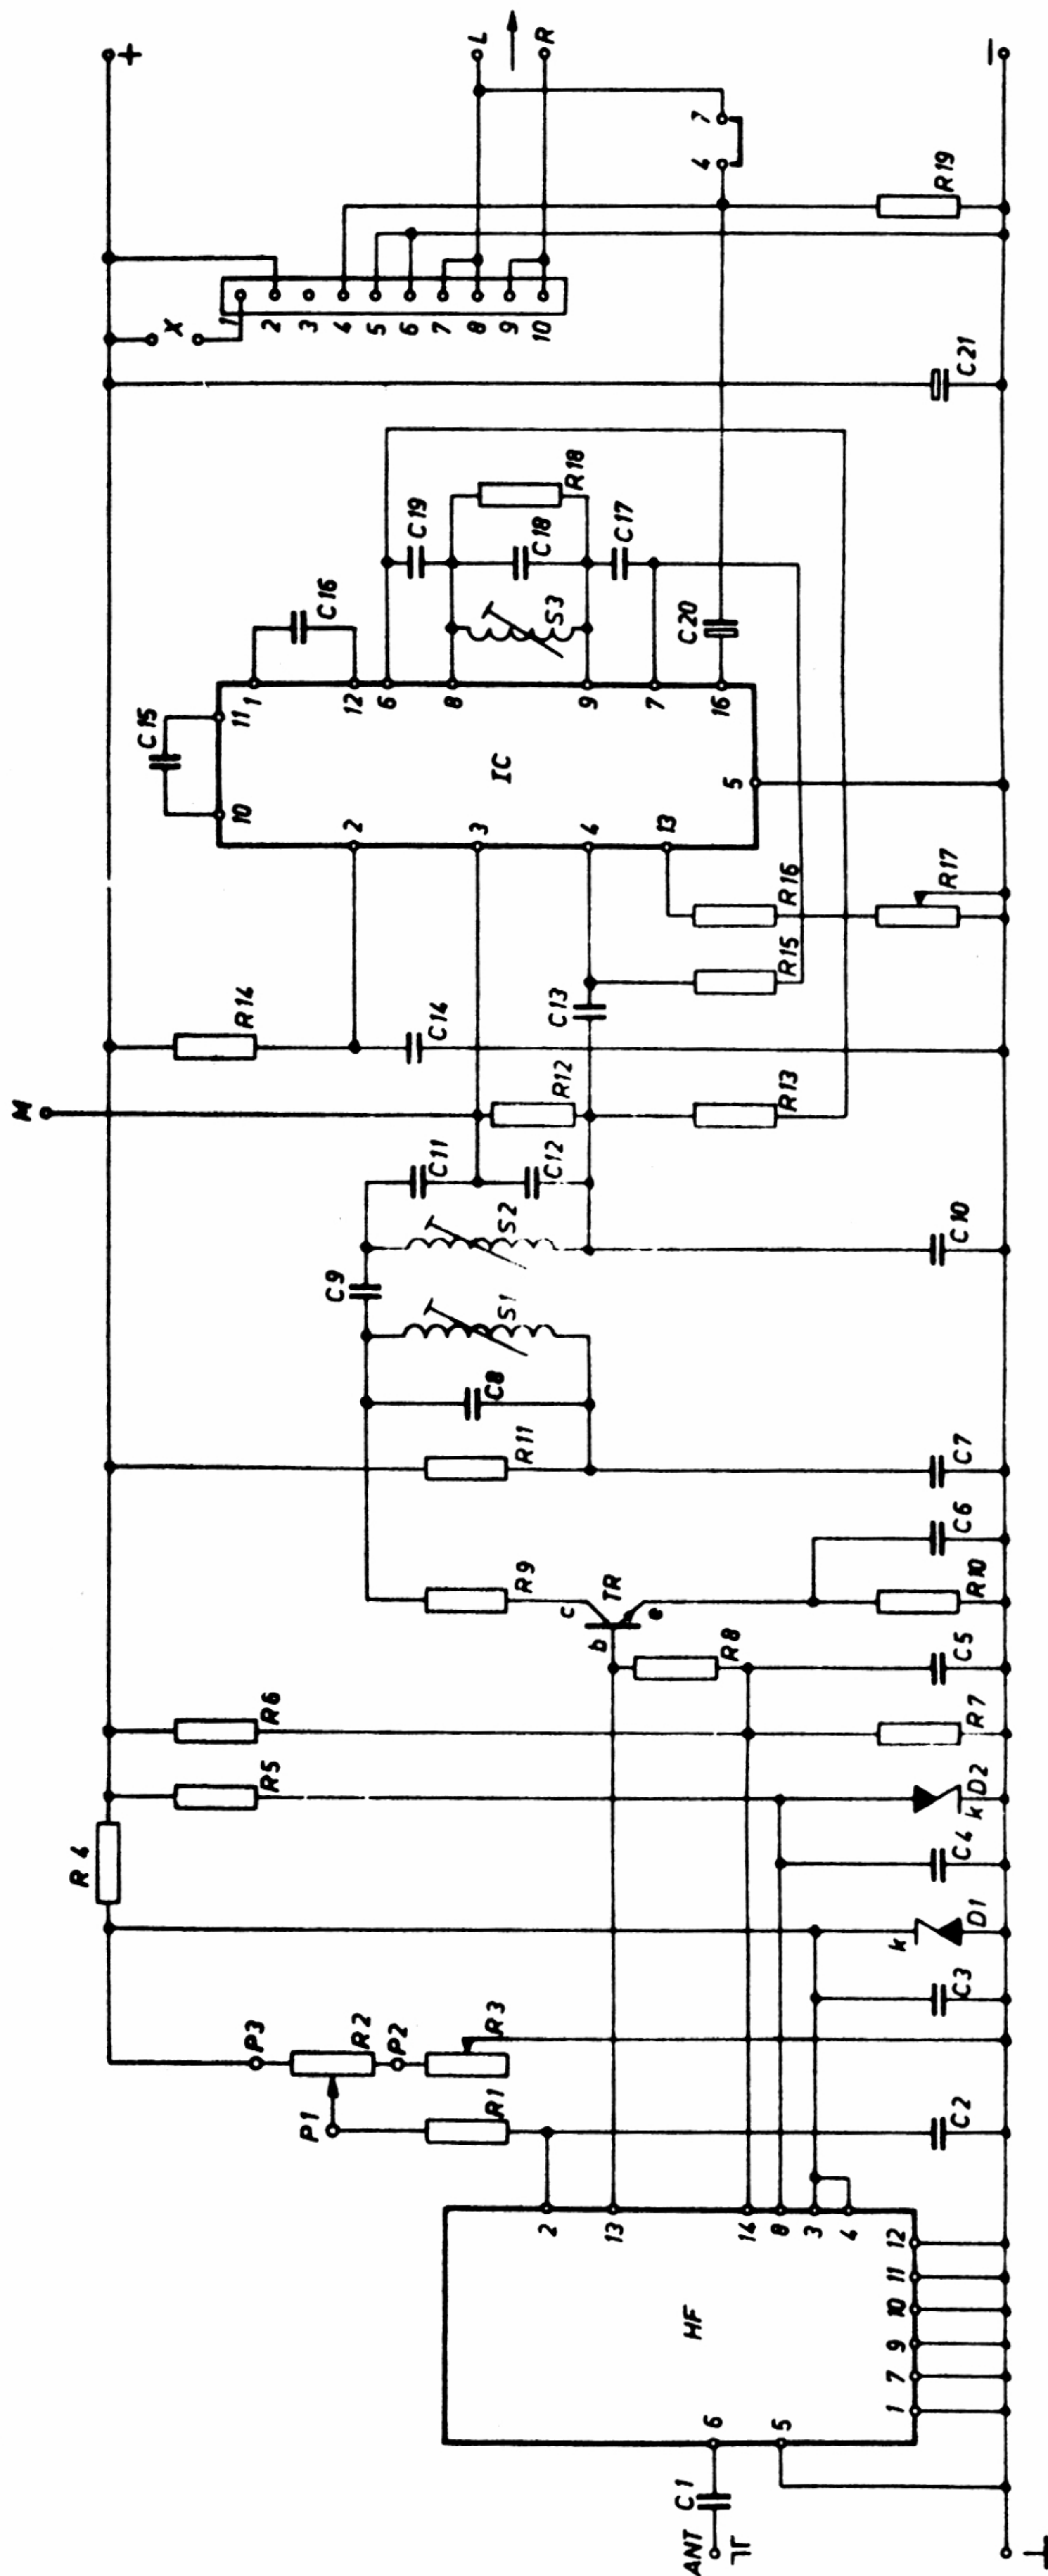

Abb. 15
Das **Schaltbild** dieser Abstimmereinheit ist in Abb. 15 dargestellt. Die bereits montierte und abgegliche Hochfrequenz-Einheit (HF) ist ganz links eingezeichnet. Die Antenne (75 Ohm) wird zwischen den Anschlüssen 6 und 5 angeschlossen und die Speisespannungen zwischen den Punkten 3–4 und 8. Beide Spannungen werden durch die Zenerdiode D 1 und den Stabilisator D 2 stabilisiert. Die zwei abgestimmten Kreise im HF-Modul enthalten Abstimmioden, deren Kapazität mit einer Gleichspannung variiert werden kann. Diese wird vom separat beigelegten Potentiometer R 2 geliefert und über R 1 an den Anschluß 2 gelegt. Das Abstimpotentiometer R 2 für voreinstellbare Senderwahl kann auch durch Spindelpotentiometer ersetzt werden. Mit dem Einstellpotentiometer R 3 wird der richtige Regelbereich gewählt. Den Ausgang des HF-Moduls bildet eine (eingebaute) Spule, die mit den Anschlüssen 13 und 14 verbunden ist. Das vom Transistor TR verstärkte ZF-Signal wird einem ZF-Bandfilter, bestehend aus den Spulen S 1 und S 2 und deren Koppelkondensator C 9, zugeführt, das auf 10,7 MHz abgeglichen werden muß. Dieses Filter wird über einen kapazitiven Spannungsteiler C 11/C 12 mit dem IC (Anschlüsse 3 und 4) verbunden, der das Signal verstärkt und demoduliert, mit Hilfe der „externen“ Komponenten S 3, C 17, C 18, C 19 und R 18. An Anschluß 16 steht das Niederfrequenz-Ausgangssignal zur Verfügung, dessen Größe mit R 17 (zwischen 0 und 300 mV) geregelt werden kann. Bei Verwendung des Stereo-Decoders EB 7411 wird 150 mV benötigt, dann steht R 17 in der Mittelstellung. Falls kein Decoder angeschlossen wird, erreicht das NF-Signal über die Drahtbrücke 4–7 den Anschlußpunkt L (links/Mono). Bei Benutzung des Stereo-Decoders EB 7411 entfällt die Verbindung 4–7 und das NF-Signal wird dem Anschluß 4 des Decoders zugeführt. Dieser decodiert ein Stereo-NF-Signal in zwei separate Signale, die dann zwischen den Anschlüssen 7–8 (links) und 9–10 (rechts) zur Verfügung stehen. Der Kondensator C 15, zwischen den Anschlüssen 10 und 11 des IC's, besorgt die Dé-emphasis. Bei Mono muß der Wert dieses Kondensators größer sein als bei Stereo. Das Rechteck mit den Ziffern 1 bis 10, rechts im Schaltbild, stellt die Steckerleiste für den Stereo-Dekoder EB 7411 dar.